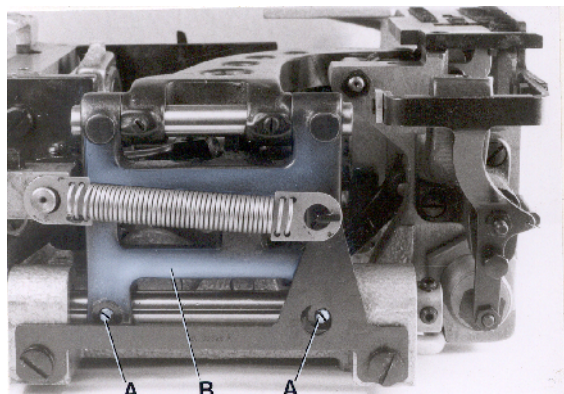

Fig. 7
After loosening screws (A, Fig. 7) rear in the feed rocker (B), the feed bar with feed dog can be moved laterally to center the feed dog in the throat plate slots, if required. Retighten screws (A).
Nach den Lösen der Schrauben (A, Fig. 7) hinten im Transportrahmen (B) kann der Transporteurträger, bei Bedarf, mit dem Transporteur seitlich verschoben und in den Stichplattenschlitzn vermittelt werden. Ziehen Sie die Schrauben (A) wieder an.